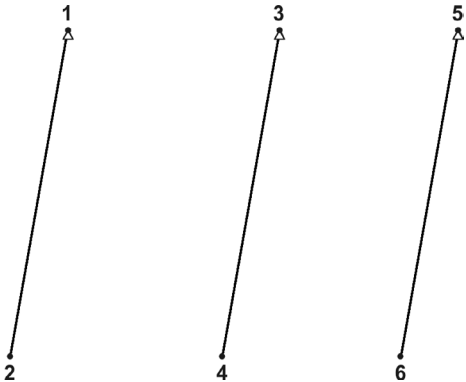

Рис. 63.7.
5. Скопируйте построенный отрезок в точки 3 и 5 (рис. 63.7). В качестве базовой укажите точку 1.